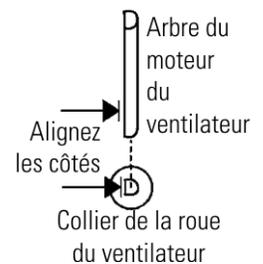

Figure 5-2.
11. Installez la roue du ventilateur sur l'arbre du moteur en alignant les faces plates en D de chaque élément. Voir Figure 5-2. Fixez la roue du ventilateur à l'aide de l'écrou à oreilles. Vérifiez que la roue tourne librement.